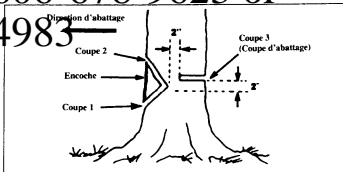

Figure 22
a. Faites l'encoche avant la coupe. Figure 22.